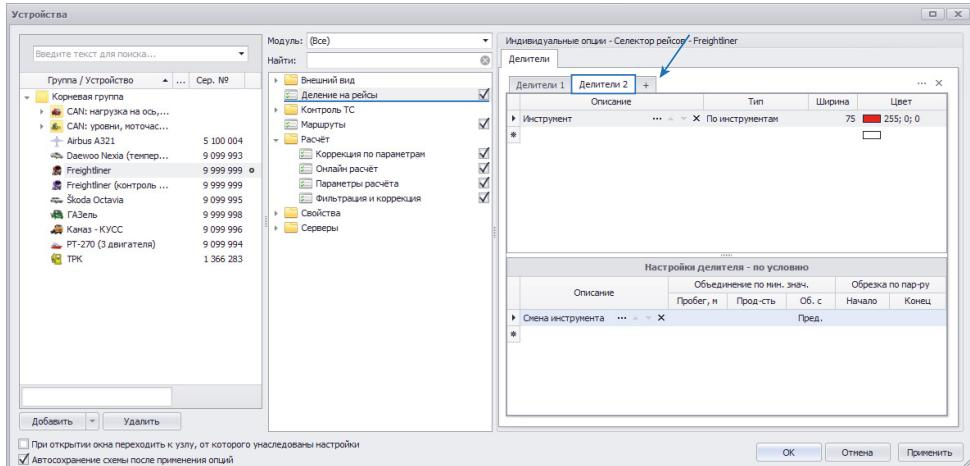

Рис.29. Добавление независимого делителя рейсов.
- перейти в меню «Устройства», выбрать ТС или группу для настройки, затем перейти в раздел настроек «Деление на рейсы» (**Рис.29**);
- На **Рис.29** показан пример настройки деления на рейсы сперва по дням недели. Затем трек за каждый день делится на рейсы по обработанным площадям. Далее формируются рейсы отдельно каждого водителя (по идентификаторам личных карточек).